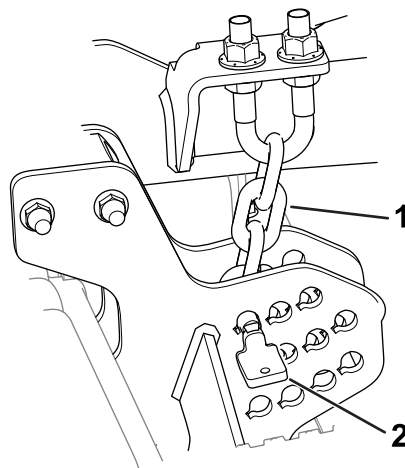

Рисунок 9
- Извлеките штифты крепления цепей регулировки высоты скашивания в задней части режущего блока (Рисунок 9).
Штифт должен быть установлен в самом нижнем звене цепи регулировки высоты скашивания. Цепь должна свисать прямо вниз (Рисунок 9) и не должна быть перекручена.